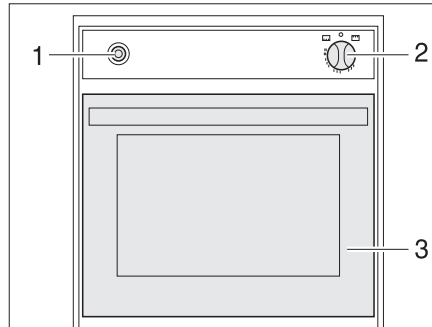

Fig. 140 Horno de gas
- Abrir la puerta del horno (Fig. 140,3) completamente.
- Presionar ligeramente el regulador giratorio (Fig. 140,2) y ponerlo en "🔥" (horno) o "GRILL" (grill).
- Presionar el regulador giratorio (Fig. 140,2) y mantenerlo presionado por 5 a 10 segundos. El gas circula hacia el quemador.
- Presionar el interruptor de encendido (Fig. 140,1) tantas veces como sean necesarias para que arda la llama.
- Girar el regulador giratorio (Fig. 140,2) a "O". La llama se apaga.